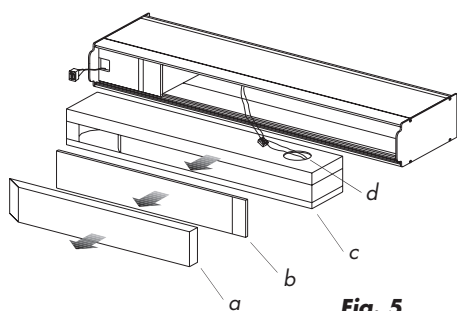

Fig. 5
4. Togliete il filtro in materiale espanso (Fig. 5 a).
5. Togliete la piastra di protezione (Fig. 5 b) facendo pressione dall'interno dell'aeratore sul lato superiore ed estraendola dal lato inferiore.
6. Togliete la condotta dell'aria (Fig. 5 c), il cavo è sufficientemente lungo.
7. Togliete la ventola (Fig. 5 d) dall'elemento in materiale espanso.